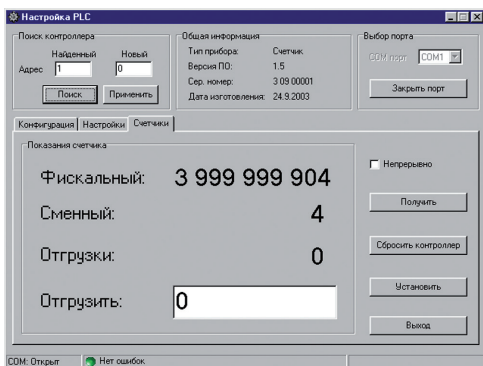

Рисунок 6. Страница «Счётчики»
7.8 На странице «Счётчики» расположены значения внутренних счётчиков: постоянного (фискального), сменного, отгрузки рисунок 6.